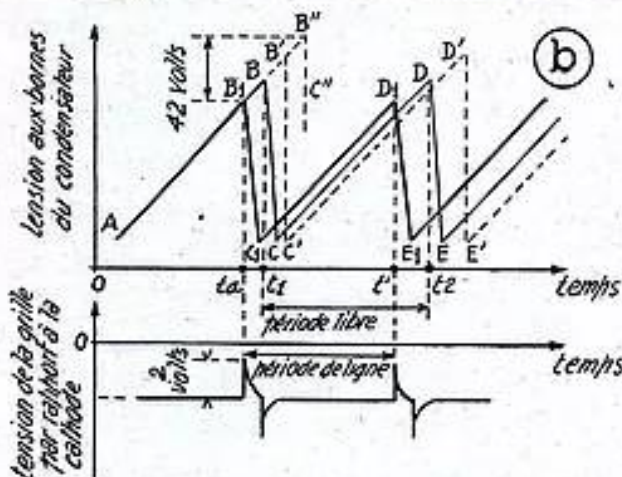

Fig. 5
Exemple de balayage à 455 lignes utilisant le schéma de la figure 5, entre les tensions V_1 et V_2 ($V_1 = 0,015 E$; $V_2 = 0,092 E$), avec $C = 2 000 \text{ pF} = 2 \cdot 10^{-9} \text{ F}$.
Le schéma de principe est représenté figure 5 a ; on reconnaît le circuit de charge RC qui a une constante de temps très grande par rapport à la période de la tension en dents de scie désirée, pour obtenir une linéarité convenable. La décharge s'effectue à travers le thyatron T.
On suppose le potentiomètre P, réglé pour qu'en fonctionnement normal, la différence de potentiel entre cathode et grille soit égale à 2,5 volts, par exemple. La tension anodique d'amorçage est, pour un thyatron 4686, de 52,5 volts. On applique la haute tension. Partie de 0, la tension aux bornes du condensateur C croît sensiblement suivant une droite AB (fig. 5 b). A l'instant t, cette tension atteint la valeur de 52,5 volts par rapport à la cathode. Le thyatron s'amorce, donc court-circuite le condensateur C qui se décharge rapidement. Le thyatron se désamorce lorsque la tension aux bornes de C est de 21 volts (partie BC). Le condensateur se recharge (CD) pour un nouveau cycle.
Pour que cette tension en dents de scie varie en synchronisme avec celle du centre émetteur, il suffit d'appliquer les signaux de synchronisation à la grille du thyatron avec la polarité convenable. Dans la figure 5, le thyatron est commandé à la fréquence de ligne. Le train de signaux de synchronisation de ligne est appliqué à la grille. La polarité de ces signaux est telle que l'impulsion correspondant au front avant est positive.
A la figure 5 b est représentée la variation du potentiel de grille par rapport à la cathode, en fonction du temps. Si la période libre est supérieure à la période de ligne, l'impulsion correspondant au front avant du signal de synchronisation rend